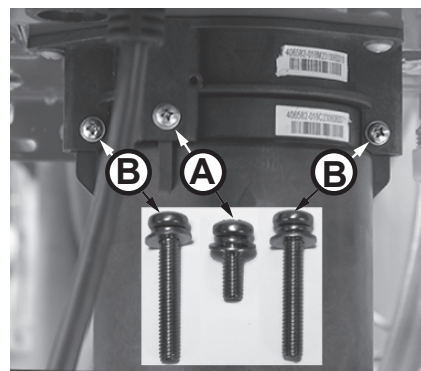

Figura 60 - Identifique los tornillos del cartucho
- 6 Ubique los tres tornillos que fijan el cartucho X3®/de derivación como se muestra en la Figura 60. Retire el tornillo M4-12 mm **(A)** y los dos tornillos M4-25 mm **(B)** del cartucho. Deje los tornillos a un lado en un lugar seguro para volver a instalarlos.